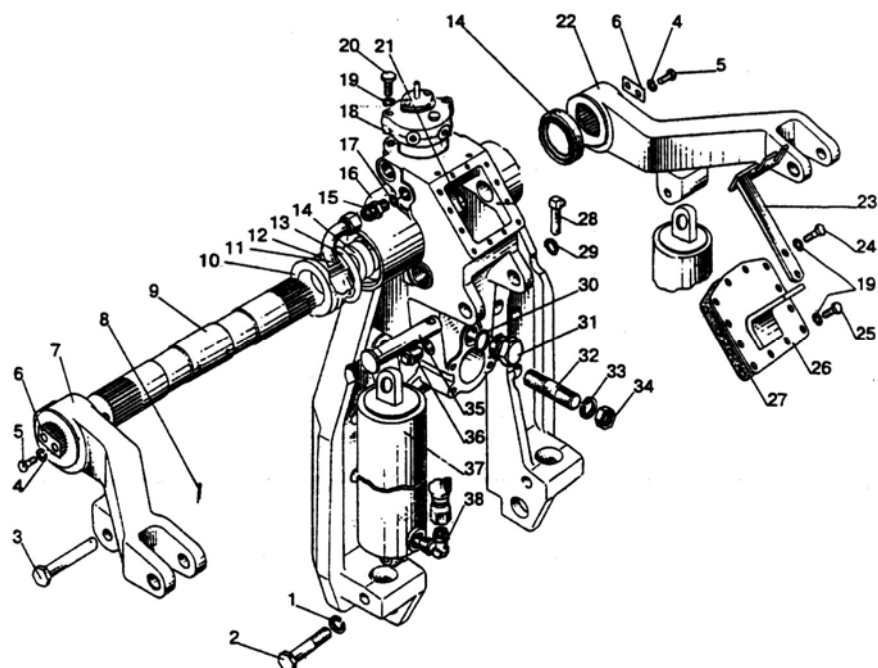

Рисунок 8.9
- 3) вывинтите пробку (36), **(рисунок 8.9)**, и слейте масло из корпуса гидроподъемника.
- 4) вывинтите два болта (24) и снимите кронштейн (23).
- 5) вывинтите два болта (20) и демонтируйте распределитель в сборе (18) с помощью монтировки.
- 2) вывинтите болты (25), **(рисунок 8.9)**, и снимите крышку (26);
- 2) вывинтите пробку (31), **(рисунок 8.9)**;
- 2) вывинтите нижние накидные гайки шлангов (11) (**рисунок 8.9**);
- 3) вывинтите болты (2);
- 4) снимите шплинт (8) и пальцы (3), соединяющие плунжеры цилиндров (37) с рычагами (7), (22);
- 5) демонтируйте гидроцилиндры (37).